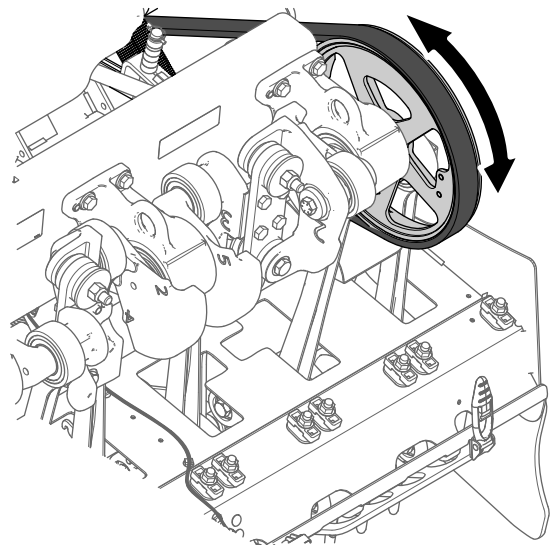
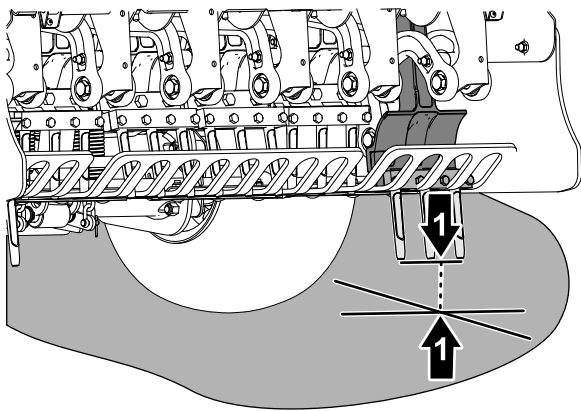

Figura 63
Figura 64
- Rotiți roata de antrenare a capului de carotaj (Figura 63) până când dinii cei mai exteriori sunt aliniați cel mai aproape de sol (Figura 64).